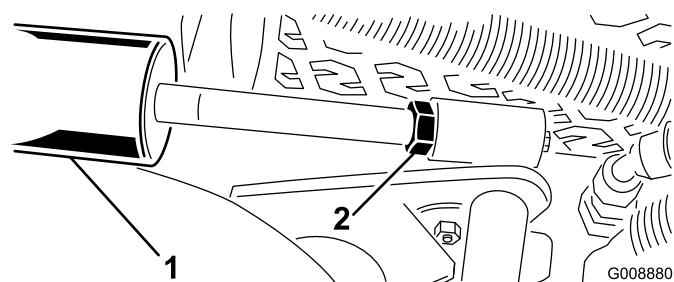

図 29
- A. カッティングユニットを降下させ、シリンダについているジャムナットを戻す(図 29)。